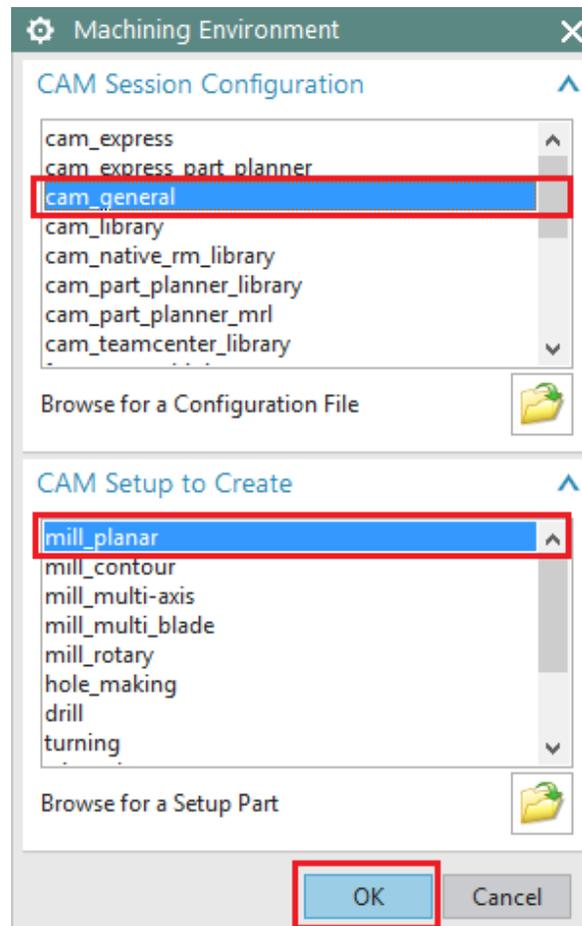

Figura 4.7 Machining Environment
- En la pestaña **Machining Environment** seleccionar en **CAM Session Configuration: cam_general** y en **CAM Setup to Create: mill_planar**, luego de ellos dar click en **Ok** (Figura 4.7).